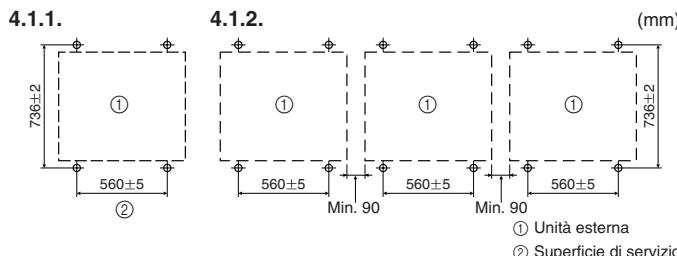

Fig. 4-1
4.1.1. Installazione di un'unica unità esterna (Fig. 4-1)